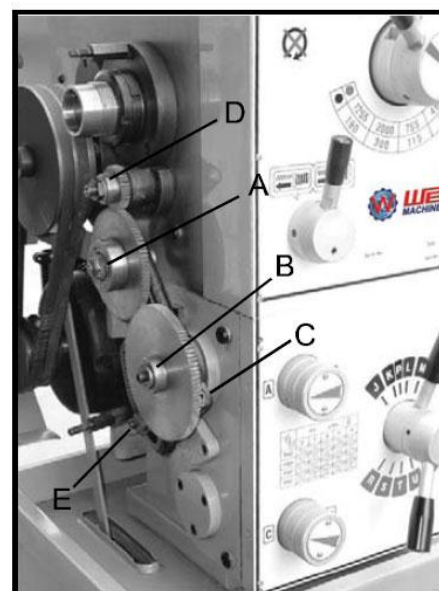

Рис. 20
3. Ослабьте гайки (А, В и С, Рис. 20)
4. Сдвиньте гитару в сторону и временно закрепите на месте, затянув гайку. (В. Рис. 20)
5. Снимите винты с шестигранной выемкой (А и/или D и/или Е, Рис. 20), в зависимости от того, какое зубчатое колесо нужно заменять.
7. Ослабьте гайку (В и С, Рис. 20), верните гитару обратно так, чтобы зубья вошли в зацепление с зубчатыми колесами, и затяните гайки (А, В и С, Рис. 20). **Внимание: Убедитесь, что зазор между зубчатыми колесами составляет 0,05 ~ 0,08 мм. Установка зубчатых колес слишком плотно вызовет появление избыточного шума и приведет к износу.**